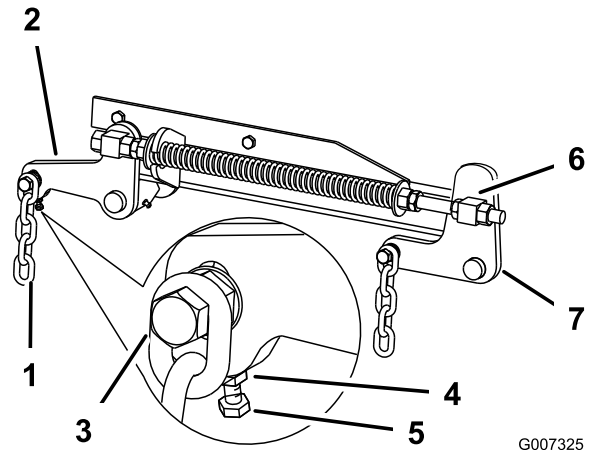

Figura 62
7. Si las medidas realizadas en las posiciones **B** o **C** no son correctas, afloje el perno que fija la cadena trasera al brazo de soporte trasero (Figura 62).
8. Afloje la contratuerca situada debajo del brazo de soporte trasero y ajuste el perno de ajuste hasta obtener una medida de 80 a 83 mm (3-1/8 a 3-1/4 pulg.) (Figura 62).
7. Afloje las contratuercas de pivote delantero, en la parte delantera de los pivotes derecho e izquierdo, aproximadamente 13 mm (1/2 pulg.) (Figura 62).
8. Ajuste las tuercas de elevación en el lado izquierdo y derecho de la máquina hasta obtener una distancia de 6 a 10 mm (1/4 a 3/8 pulg.) menos en la parte delantera en **A** que en la parte trasera, en **B** (Figura 62).